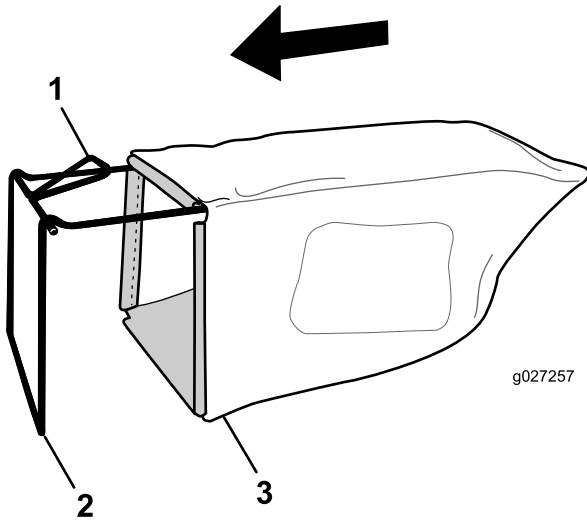

Figure 9
7. Vérifiez le niveau d'huile indiqué par la jauge (Figure 9).
1. Glissez le bac sur l'armature, comme montré à la Figure 9.
**Remarque:** Ne passez pas le bac par dessus la poignée (Figure 9).